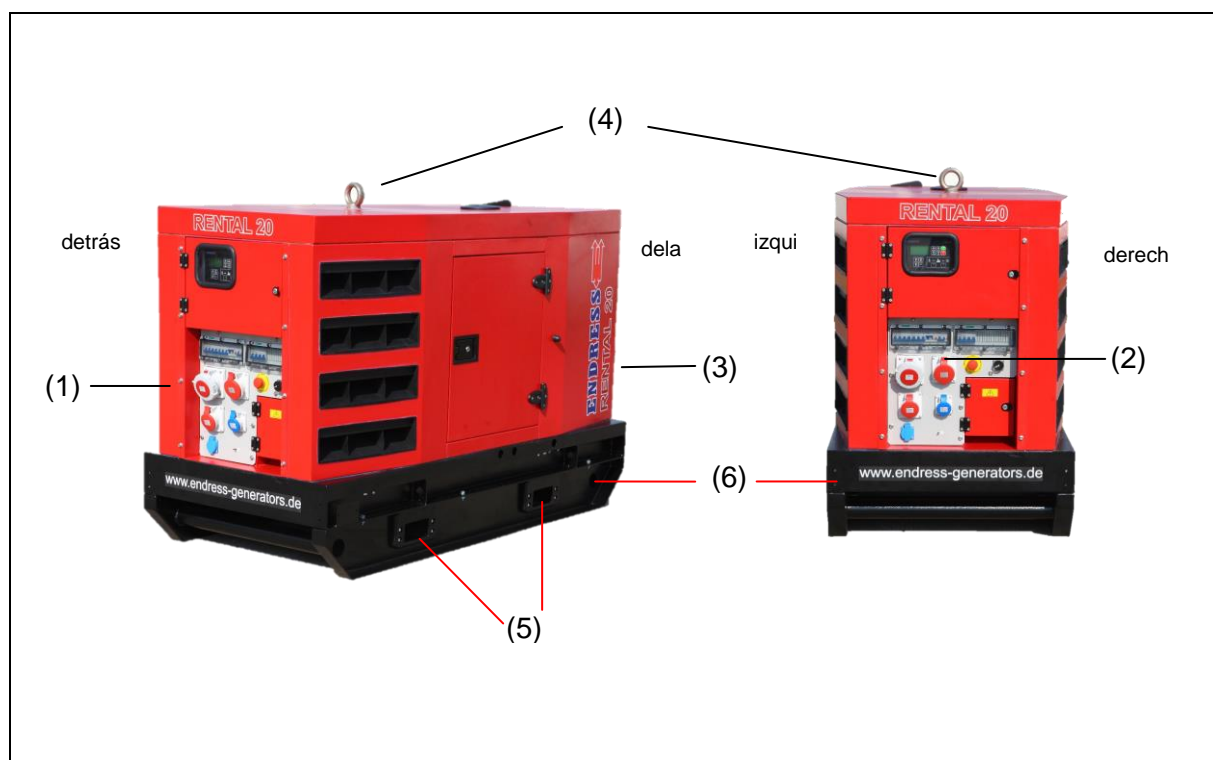

Fig. 61: Vistas del generador eléctrico
- Transporte El generador eléctrico solo se debe mover o elevar con medios de transporte adecuados para su peso. Solo debe utilizarse el equipo de transporte previsto para ello, como los huecos para la apiladora o las anillas de carga para grúas. (Fig. 61,(4),(5))